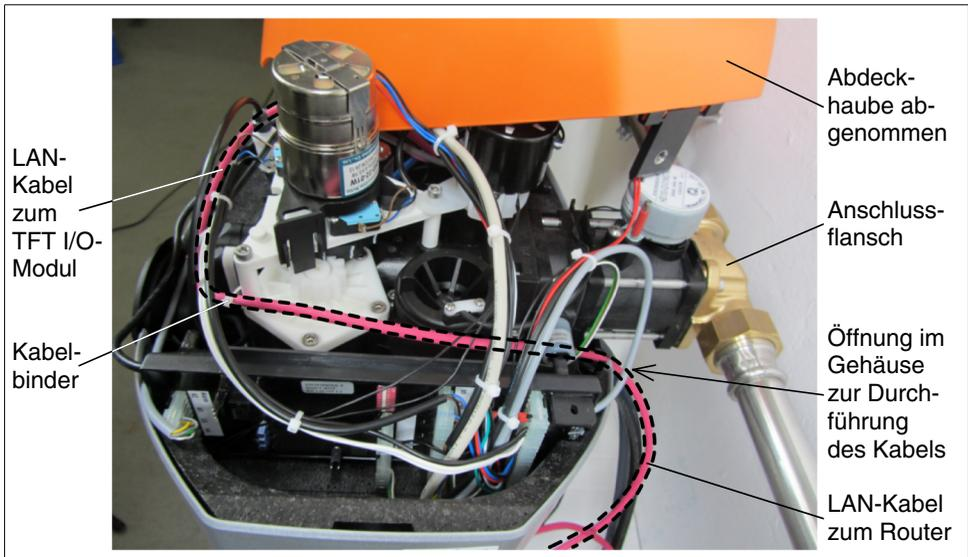

Abb. 24: Verlegung und Befestigung des LAN-Kabels
- Das LAN-Kabel durch die Öffnung am Anschlussflansch führen und mit Kabelbindern befestigen (siehe Abb. 24). Hierbei 1 m Kabellänge zum Auf- und Absetzen der Abdeckhaube vorsehen.